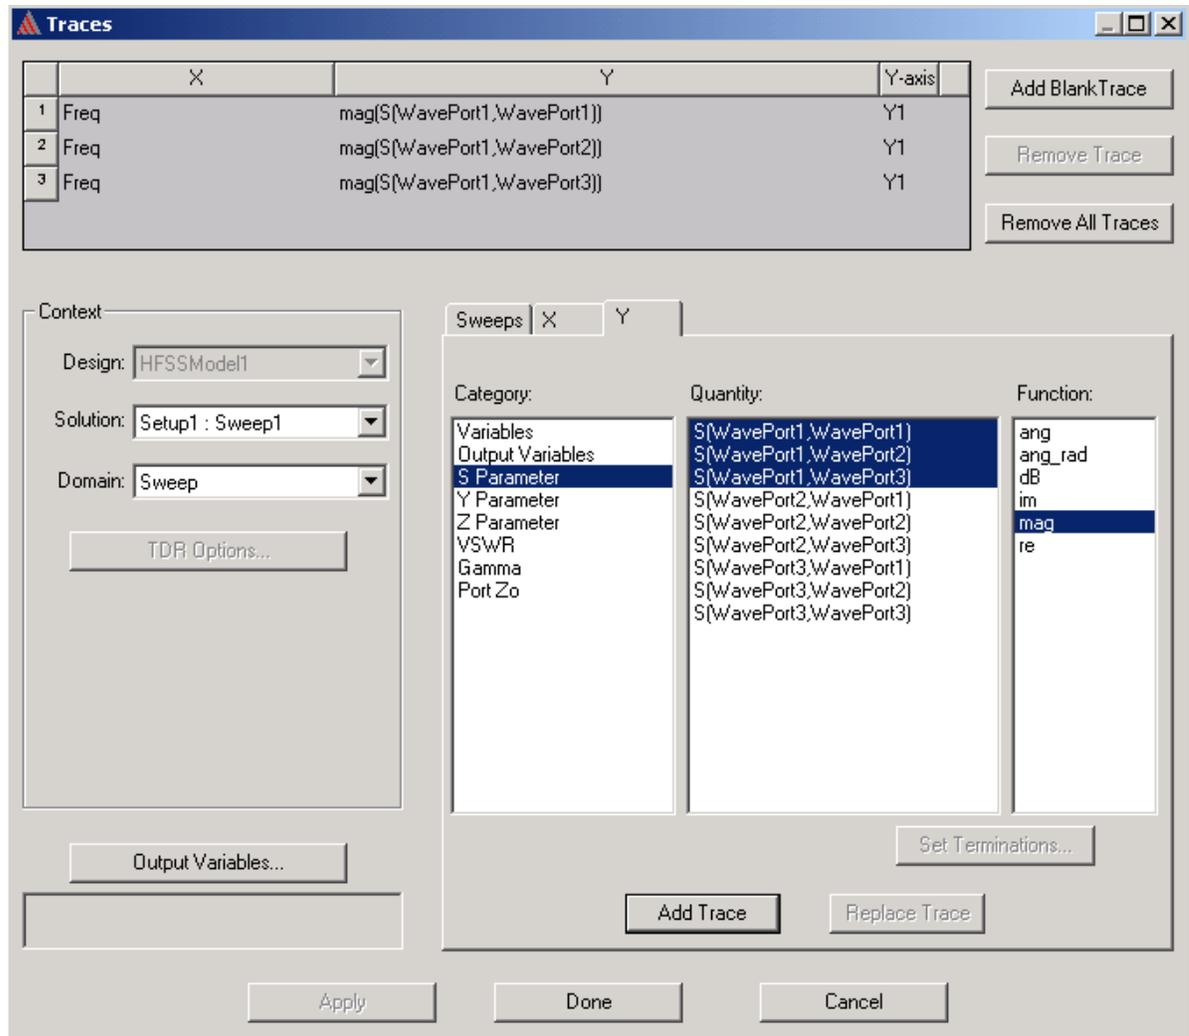

Рис. 7.37. Вывод на график рассчитанных S-параметров
- b. В списке **Quantity**, нажмите **Ctrl** и **S (Port1, Port1)**, **S (Port1, Port2)**, и **S (Port1, Port3)**, рис. 7.37.